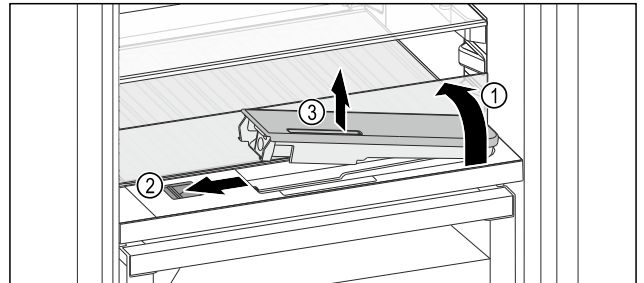

Fig. 230
- ▶ Emelje meg az üveglapot, és hajtsa hátra ütközésig Fig. 230 (1).
- ▷ Tolja balra a tolokát Fig. 230 (2).
- ▶ Vegye ki a víztartályt Fig. 230 (3).